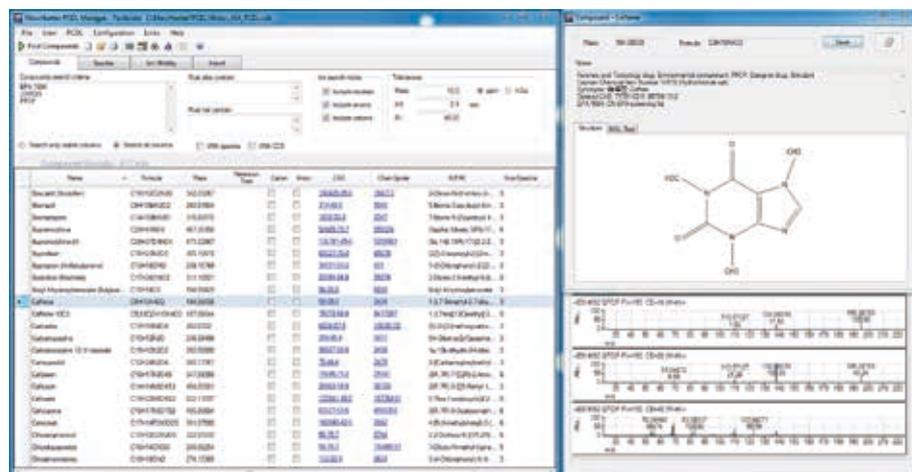

図 7. Agilent MassHunter PCDL Manager B.08.00: 米国および日本の政府規制タグ (EPA 1694 および JDWQS) とパーソナルケア製品 (PPCP) の化合物類タグを指定して化合物を検索した結果が表示されています。
1. PCDL Manager で、関連する化合物類、規制、または国固有のタグを検索します (例については、図 7 を参照)。